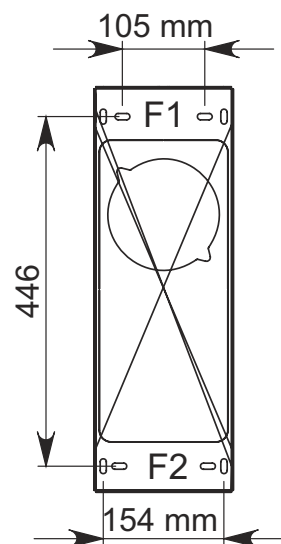

Fig. P2
- 2) Rimuovere la schiena (A) togliendo i tappi di copertura (V1) e agendo sulle relative viti di fissaggio interne (V2).
- 3) Segnare i 4 punti di foratura F1 e F2 seguendo le quote indicate in Fig. P1 e Fig. P2 o utilizzando la schiena come dima di foratura.